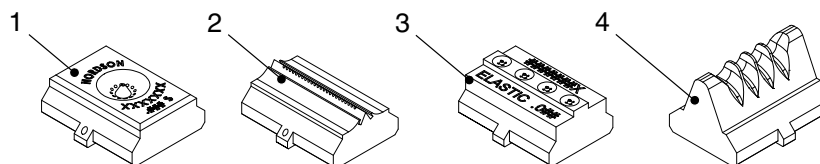

Fig. 8
As peças de comando UM25 e UM50 podem alojar diversos bicos, directamente ou mediante um adaptador. Mediante ar de aspersão introduzido separadamente, estes bicos podem produzir diversas aplicações por aspersão: Controlled Fiberization (CF), Meltblown, Summit e SureWrap (fig. 8).